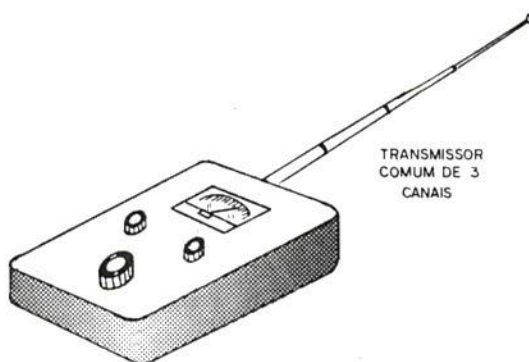

FIGURA 2
das ondas de rádio que devem chegar ao modelo dirigido à distância. A potência do transmissor é importante porque determina a distância que o sinal pode atravessar até chegar ao modelo controlado. Esta potência normalmente é da ordem de frações de Watt (W) de modo que usamos o submúltiplo "miliwatt" para especificar a "força" de um transmissor. Transmissores pequenos, de brinquedos dirigidos que operam no âmbito domiciliar tem potências entre 5 e 20 mW enquanto que os modelos voadores que se distanciam de até 1 Km do controlador podem operar com potência de até 1 000 ou 2 000 mW, ou seja, 1 ou 2 watts. (figura 2)